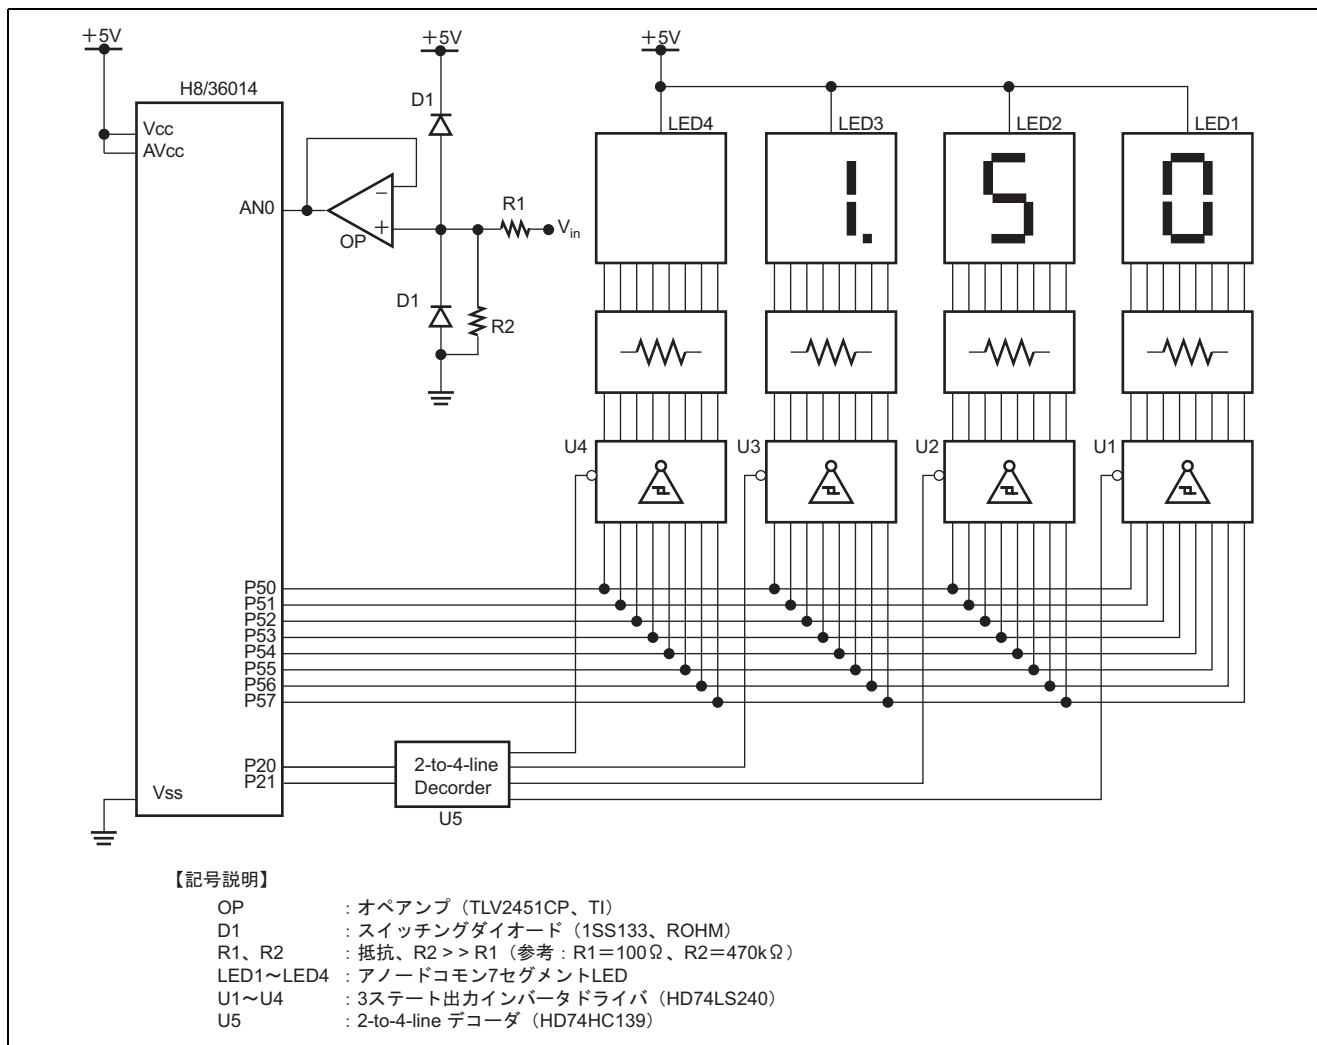

図 1.1 ハードウェア構成
1. 図 1.1 に DC 電圧測定のハードウェア構成を示します。図 1.1 に示すように、オペアンプ出力をアナログ入力端子 0 (AN0 端子) に接続します。